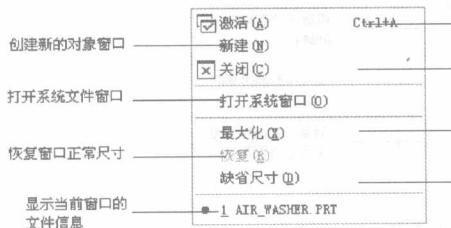

图 1-11 窗口菜单
(9) 窗口菜单：用来管理 Pro/ENGINEER 系统下的多个窗口，包括激活、新建和关闭等操作，如图 1-11 所示。